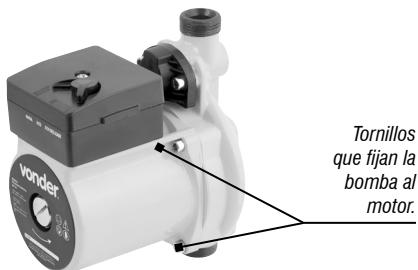

Fig. 9 – Quitar los tornillos que fijan la bomba
- Tras cerrar las válvulas de entrada y salida de la bomba, retire los tornillos que fijan la bomba al motor (fig. 9).